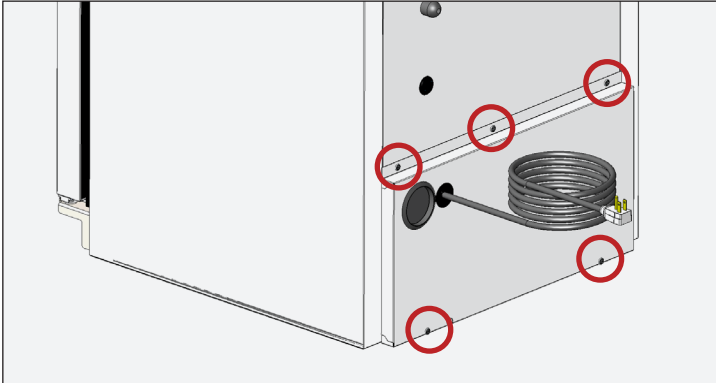

Fig. 1. Emplacements des vis du cache arrière.
2. Retirez la grille du cache arrière. Voir fig. 1.